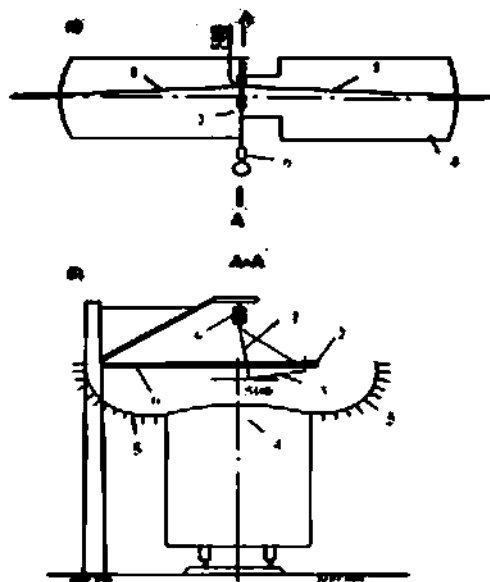

Рис. 8
10.4.1. Помни! Контактный провод располагается не по оси пути, а зигзагообразно, что уменьшает расстояние от него до лестницы или края крыши локомотива, МВПС. Наибольший зигзаг контактного провода от оси пути составляет 500 мм (рис. 8 а).
10.4.2. Под напряжением 3 кВ, 25 кВ или наведенным напряжением находятся и конструкции, поддерживающие контактную сеть: изоляторы, кронштейны, фиксаторы (рис. 8 б, отмечены темным цветом).